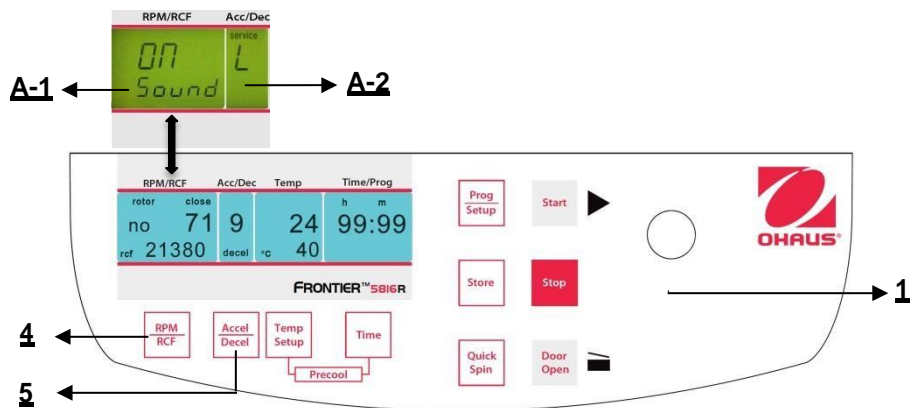

Abbildung. 35
Fahren Sie fort wie unter Punkt 4.1.1 beschrieben, um in den Programmmodus einzutreten und drücken Sie dann die Taste "**Accel/Decel**" (5). Auf der Anzeige blinkt "**Acc/Dec**" (A-2) das Wort "**Service**". Wählen Sie nun den Buchstaben "**L**" mit Hilfe des Anpassungsknopfes (1). Als Ergebnis erscheinen die Worte "**On Sound**" auf der Anzeige "**RPM | RCF**" (4). Wenn Sie die Taste "**RPM | RCF**" (4) nun drücken, blinkt das Wort "**On**" und Sie können den Ton mit dem Anpassungsknopf (1) umschalten (siehe Abbildung 35). Nachdem Sie die Einstellungen gespeichert haben (siehe 4.1.1), ändern Sie zurück zum normalen Programmiermodus, indem Sie die Zentrifuge kurzzeitig ausschalten.